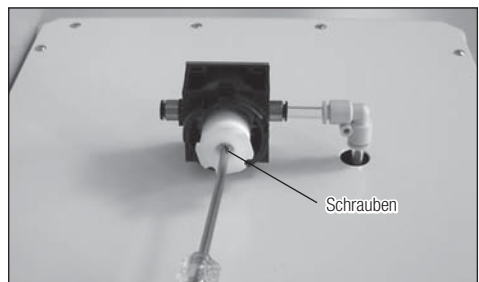

Abb. 30
- 4) Unteres Gewinde des Halters mit Schraubenzieher entfernen (Abb. 30).